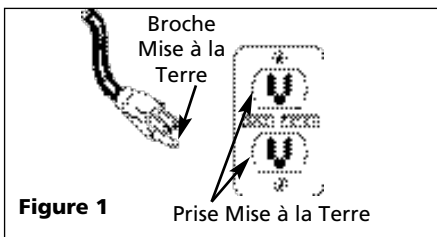

Figure 1 Broche Mise à la Terre, Prise Mise à la Terre
19. Pour réduire le risque de secousse électrique, la pompe devrait être branchée directement dans une prise de courant à 3 broches mise à la terre et installée correctement telle qu'indiquée sur la Figure 1. Le fil conducteur vert (ou vert et jaune) dans le cordon est le fil de terre. Le